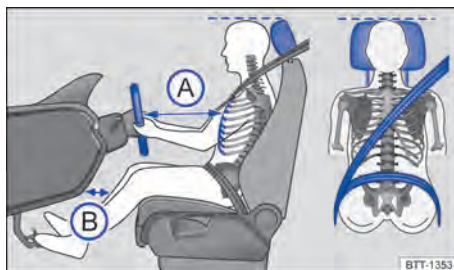

Abb. 20 Prinzipdarstellung: richtiger Abstand des Fahrers zum Lenkrad, richtiger Gurtbandverlauf und richtige Kopfstützeinstellung.
- Kopfstütze so einstellen, dass die Oberkante der Kopfstütze sich möglichst auf einer Linie mit dem oberen Teil des Kopfs – jedoch nicht niedriger als Augenhöhe – befindet. Hinterkopf stets so nah wie möglich an der Kopfstütze positionieren → Abb. 20.
- Fahrersitz in Längsrichtung so einstellen, dass die Pedale mit leicht angewinkelten Beinen durchgetreten werden können und der Abstand zur Instrumententafel im Unterschenkelbereich mindestens 10 cm beträgt → Abb. 20 Ⓑ).
- Lenkrad so einstellen, dass der Abstand zwischen Lenkrad und Brustbein mindestens 25 cm beträgt → Abb. 20 Ⓐ) und das Lenkrad mit beiden Händen und leicht gebeugten Armen seitlich am äußeren Rand festgehalten werden kann.